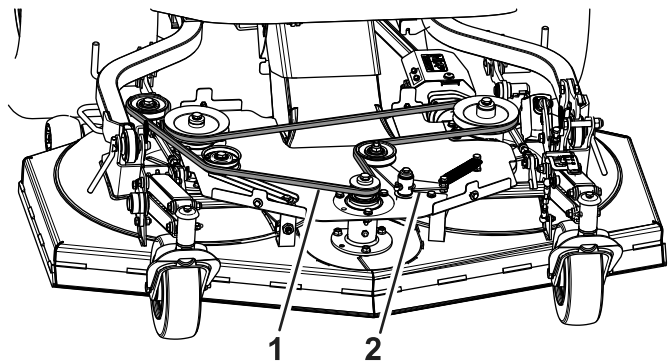

Bild 107
4. Entfernen Sie die Feder des Spannarms von der Säule des Mähwerks (Bild 107).
1. Verlegen Sie den neuen Riemen um die Riemenscheiben, wie in Bild 107 abgebildet.
2. Installieren Sie die Feder des Spannarms an der Säule des Mähwerks (Bild 107).